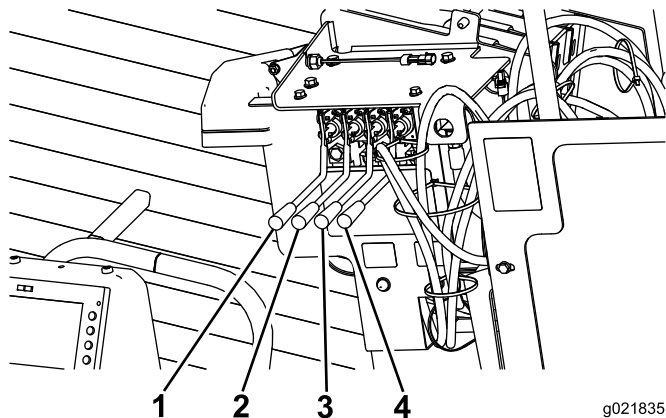

Figura 46
6. Pressione as duas alavancas da estaca de ancoramento direita para abaixar e girar o trado da estaca até seu completo assentamento (Figura 46).